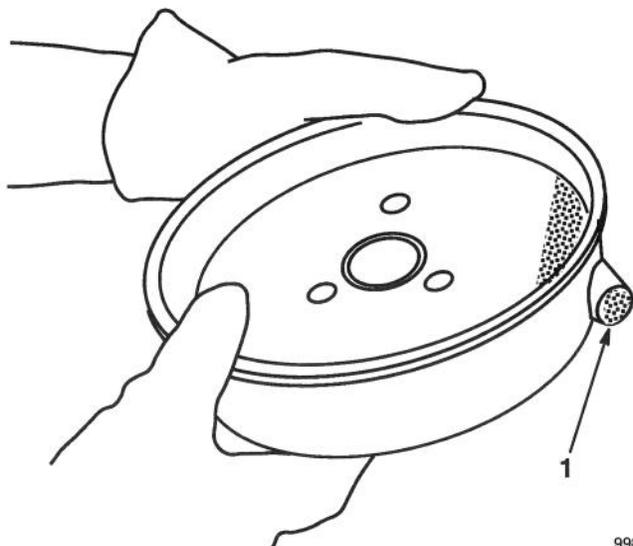

Figure 38
10. Débarrasser le pot d'échappement et son tube des dépôts de carbone à l'aide d'une brosse métallique et d'une cheville en bois (Fig. 38). Essuyer l'échappement à l'aide d'une serviette en papier ou d'un chiffon.